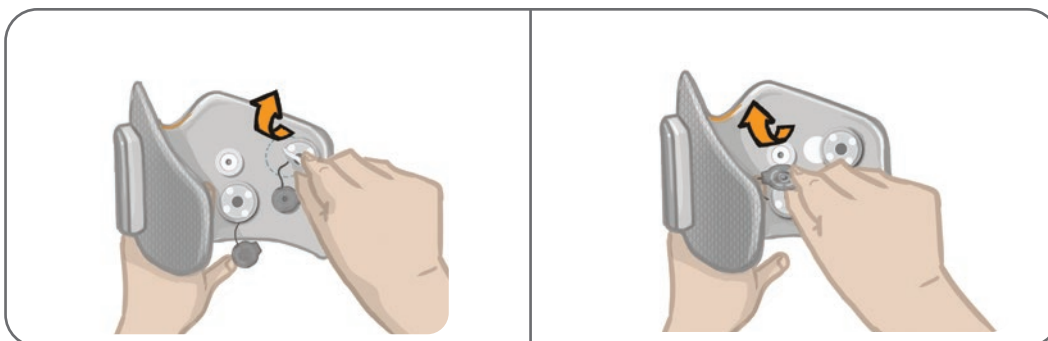

Figure 11-10 : Fixation des nouvelles bases d'électrodes (à gauche)
4. Posez les nouvelles bases d'électrodes à l'emplacement des bases précédentes. Reportez-vous à la figure 11-10.
5. Connectez les pressions des bases d'électrodes aux prises. Reportez-vous à la figure 11-10.